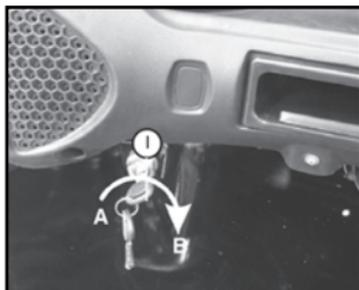

Fig. 9
**I) Interruptor ON/OFF** (Interruptor de encendido) Posiciones del interruptor (Consulte la Fig. 9)